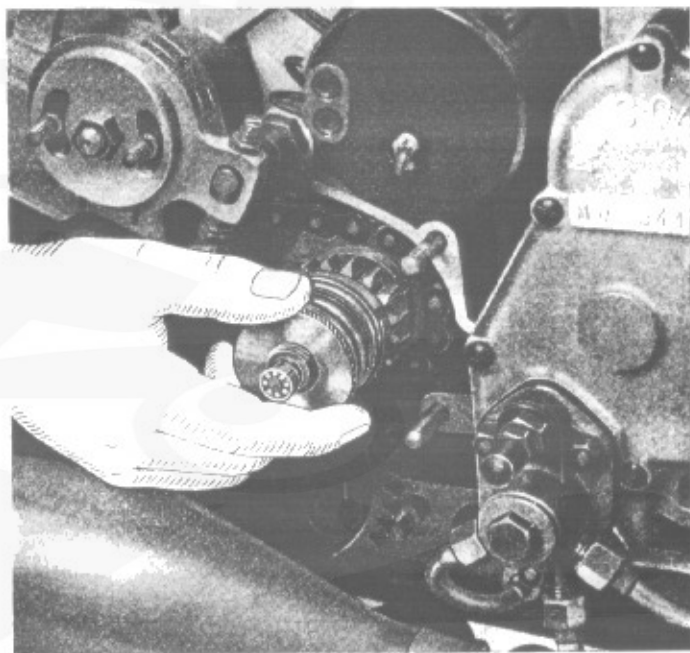

Fig. 10
- a) dipende da molle troppo scariche: avvitare il disco zigrinato o sostituire le molle (vedere fig. 10);